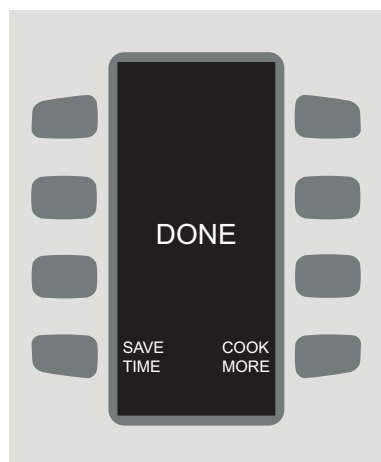

FIGURE 13 : Écran Done (Cuit) 1
6. Si la fonction DONE (Cuit) est activée, l'affichage propose deux autres options (Figure 13) :